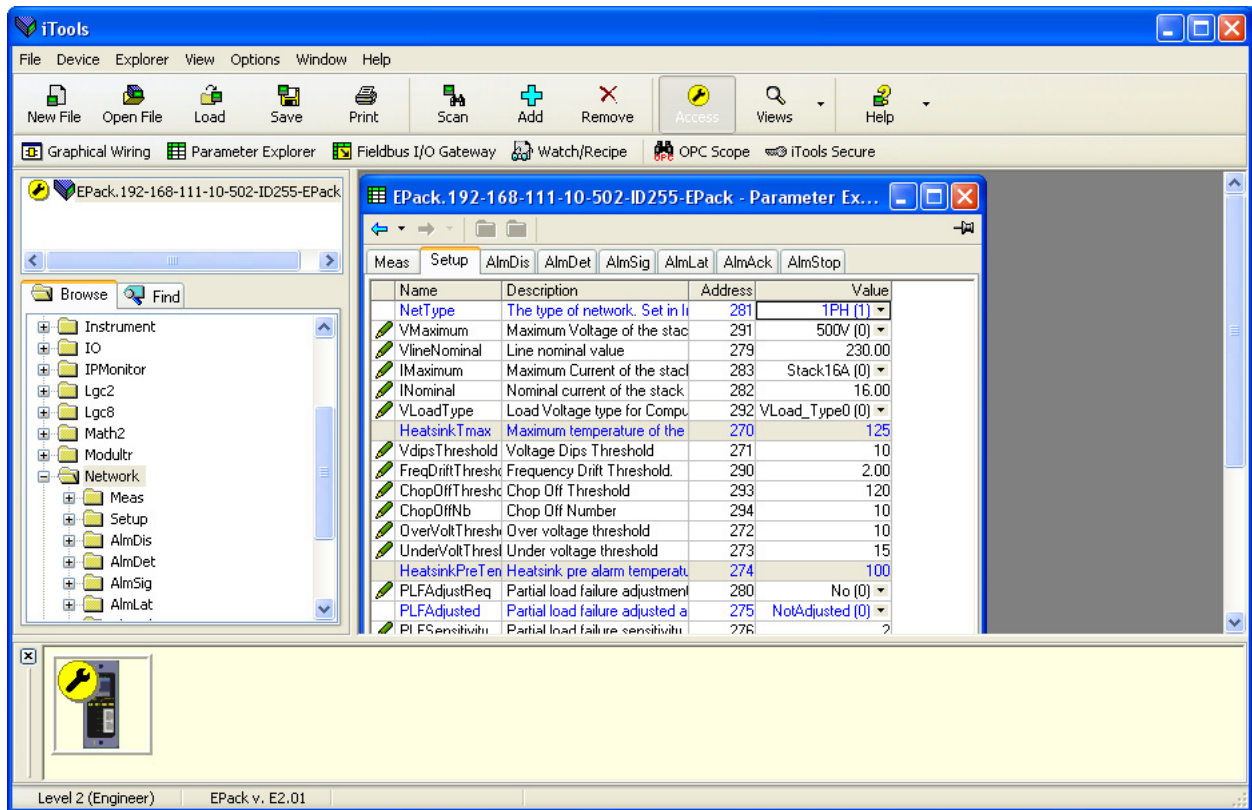
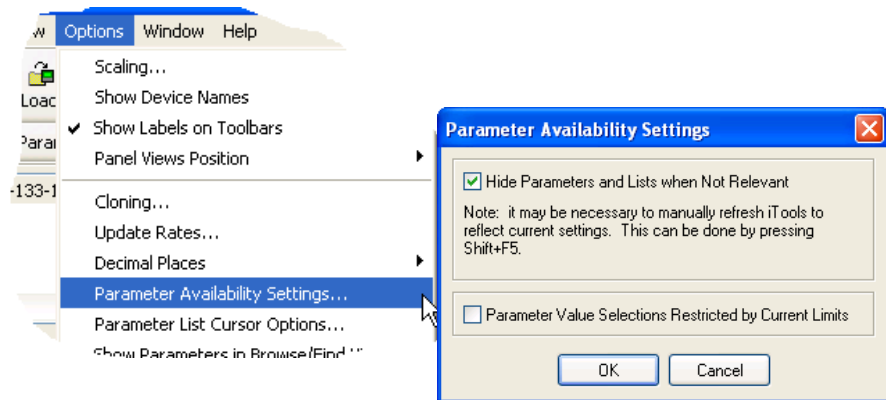

Figura 102 Ejemplo de tabla de parámetros
Figura 105 Mostrar/ocultar parámetros
En cada caso, los parámetros del bloque de función aparecen en la ventana de iTools en forma tabular, como en el ejemplo en Figura 102.
1. Los parámetros azules no son editables (solo lectura). El ejemplo anterior incluye varios de estos parámetros. Los parámetros de lectura/grabación son negros y tienen el símbolo de un lápiz en la columna de acceso lectura/grabación en el extremo izquierdo de la tabla. Aparecen algunos de estos elementos anteriormente en Figura 102.
2. Columnas. La ventana del explorador por defecto (Figura 102) contiene las columnas "Nombre", "Descripción", "Dirección" y "Valor". Como puede verse en la Figura 105, es posible seleccionar las columnas que desea mostrar hasta cierto punto mediante el menú del explorador o el menú contextual. Se han activado los límites para el ejemplo anterior.
3. Parámetros ocultos. de manera predeterminada, iTools oculta los parámetros que se consideran irrelevantes según el contexto. Estos parámetros ocultos pueden mostrarse en la tabla utilizando el ajuste "Disponibilidad de parámetros" en el menú opciones (Figura 105). Estos parámetros se muestran con el fondo sombreado.